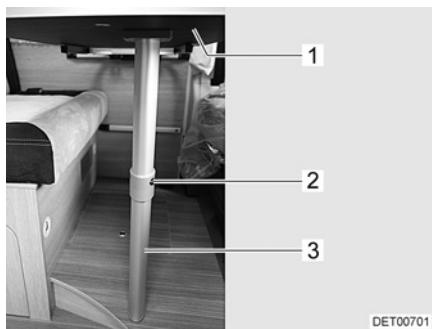

Bild 42 Bettunterbau
- Tischplatte (Bild 42,1) vorn leicht anheben.
- Entriegelungsknopf (Bild 42,2) drücken und den unteren Teil des Gelenkstützfußes (Bild 42,3) um 90° umklappen.